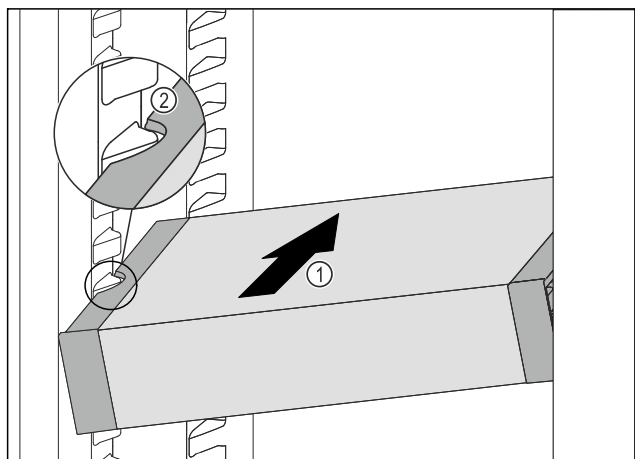

Fig. 99
- ▶ VarioSafe gurajte koso u hladnjak Fig. 99 (1) sve dok se bočni otvori Fig. 99 (2) ladice VarioSafe ne nađu na visini žlijeba spremnika u hladnjaku.